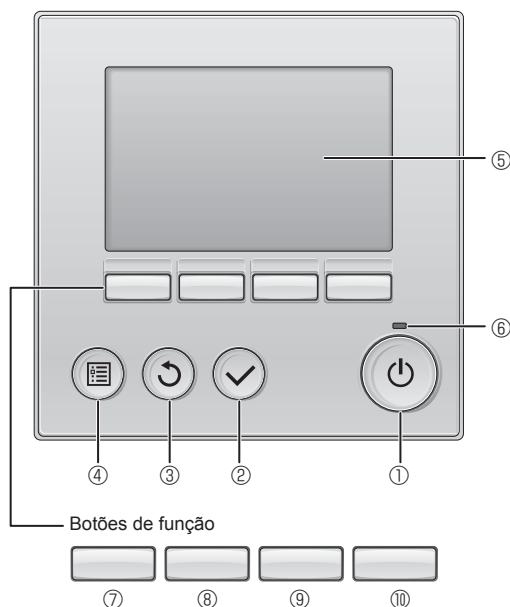

Fig. 7-1
7.2.1. Utilizar o controlo remoto com fio (Fig. 7-1)
① Botão [ON/OFF]